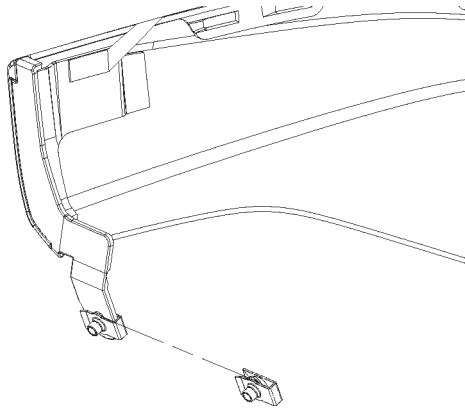

FIGURE 31
- Insérer l'écrou en U sur la charnière dans le passage de roue du revêtement avant, un par côté. Se reporter à la Figure 31.